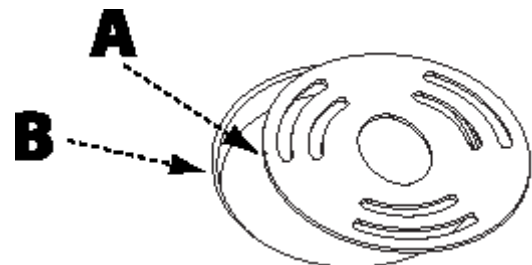

FIGURA 8
2. Deslice el inserto de mesa sobre el eje. Compruebe que el inserto de mesa esté colocado adecuadamente alineando la pequeña muesca en el inserto de mesa (A) con la pequeña pestaña correspondiente (B) en la mesa como se muestra en la Figura 8.